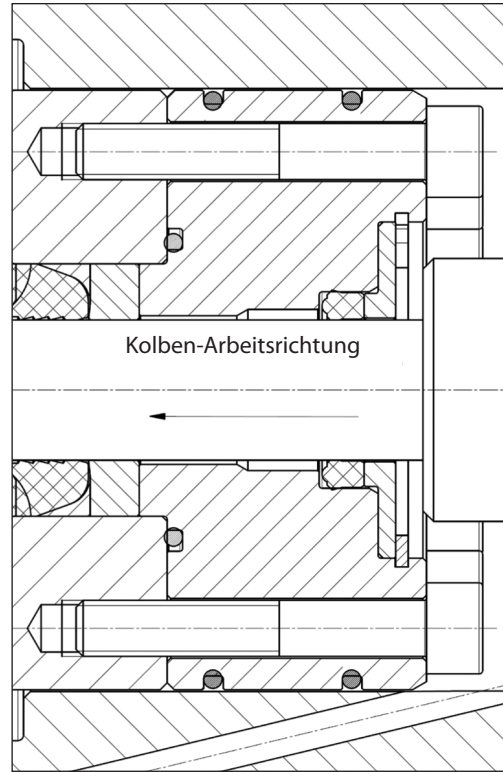
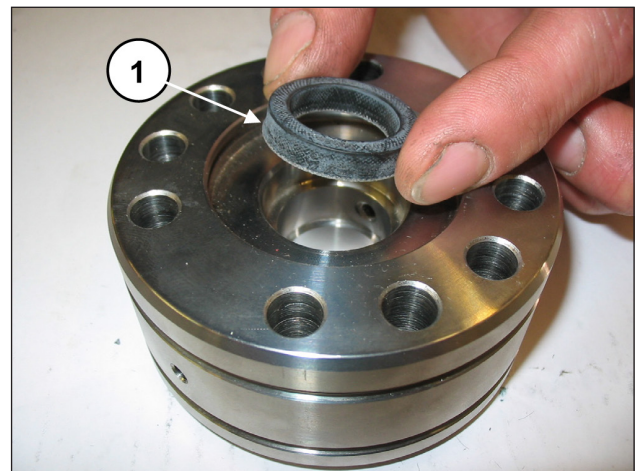

Abb. 139
Abb. 140
- ! Die ND-Dichtung muss mit Dichtlippe in Arbeitsrichtung des Kolbens in den Halter eingesetzt werden, siehe Abb. 139 und Abb. 140, wobei der Außendurchmesser leicht mit Silikonfett der Sorte OKS 1110 zu schmieren ist.